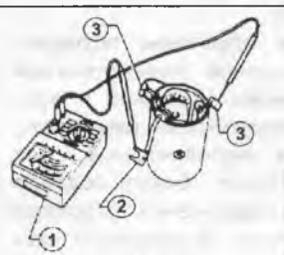

Рис. 309
вочного полотна. Конечная глубина должна составлять 0,5-0,8 мм (для указанных типов стартеров). Прорезать необходимо таким образом, чтобы не задеть сегменты коммутатора. После прорезки коммутатор отшлифуйте стеклянной шкуркой зернистостью 100 и тщательно очистите. С помощью омметра проверьте целостность цепи между сегментами (Рис.307), при наличии обрыва замените ротор. Проверьте изоляцию между каждым сегментом и валом ротора с помощью мегомметра (Рис.308), при нарушении изоляции замените ротор. Проверьте целостность цепи между плюсовым выводом обмотки возбуждения (2) и плюсовыми щетками (3) с помощью омметра (1) (Рис.309).
(Рис.307), при нарушении изоляции замените ротор. Проверьте целостность цепи между плюсовым выводом обмотки возбуждения (2) и плюсовыми щетками (3) с помощью омметра (1) (Рис.309). При обрыве цепи замените обмотку возбуждения. Проверьте изоляцию между корпусом (1) и плюсовым выводом обмотки возбуждения